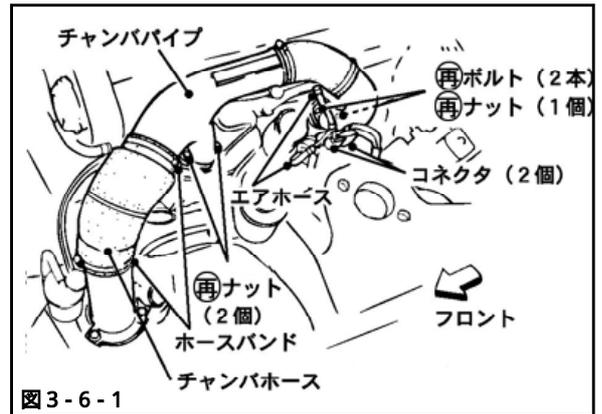

図3-6-1
- (1) チャンバパイプを取付けてください。(図3-6-1)
- (2) チャンバホースを取付けてください。(図3-6-1)
- (3) コネクタ(2個)を取付けてください。(図3-6-1)
- (4) エアホース(2本)を取付けてください。(図3-6-1)